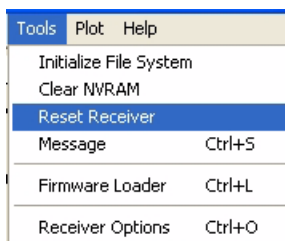

Рисунок 6-1. Tools->Reset Receiver
- Произведите аппаратный сброс приемника, используя TriVU: *Tools* ▶ *Reset Receiver* (Рисунок 6-1) или с помощью TriPad (см.):